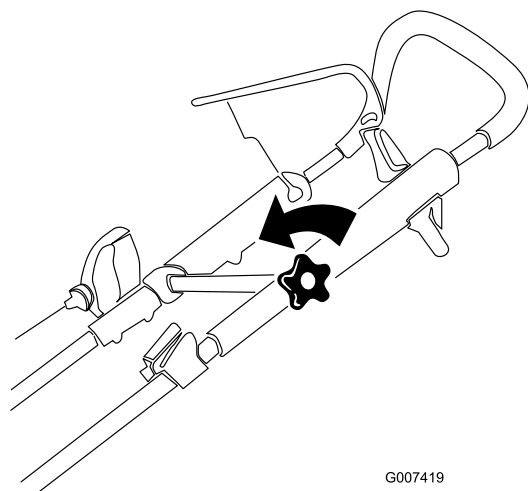

Figura 12
1. Allentate la manopola della sezione superiore della stegola (Figura 12).